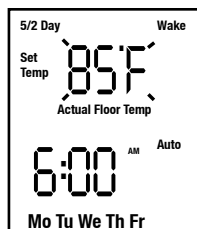

Figure 16
3. Les chiffres de la température de consigne commencent à clignoter, voir la figure 16. Appuyer sur le bouton Haut ou Bas pour régler la température de consigne. Appuyer sur le bouton Back/Cancel pour revenir au réglage de l'heure de réveil (Wake). Appuyer sur le bouton Next/Save pour accepter le réglage de la température de consigne et passer au réglage de l'événement suivant.
3. Les chiffres de la température de consigne continuent à clignoter, voir la figure 16. Appuyer sur le bouton Haut ou Bas pour régler la température de consigne. Appuyer sur le bouton Back/Cancel pour revenir au réglage de l'heure de réveil (Wake). Appuyer sur le bouton Next/Save pour passer au réglage d'événement suivant.